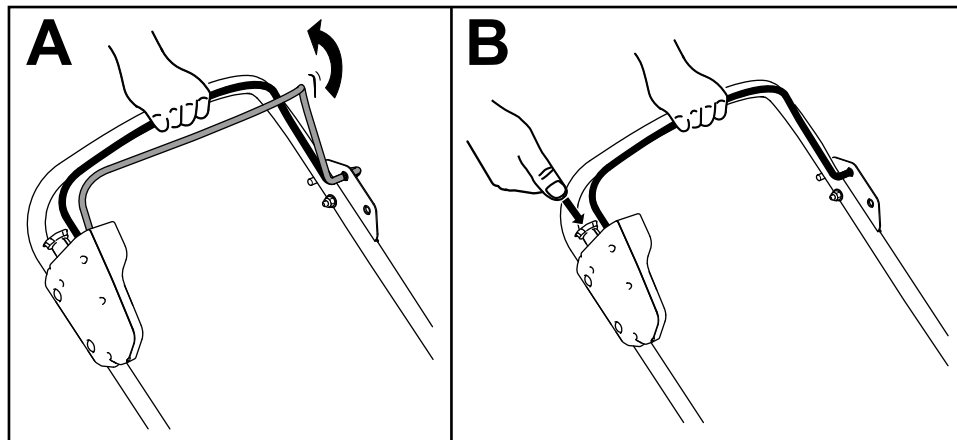

Figura 9
2. Apriete la barra de control de la cuchilla y sujétela contra el manillar (**Figura 9, A**).
3. Pulse el botón de arranque eléctrico y manténgalo pulsado hasta que el motor arranque (**Figura 9, B**).